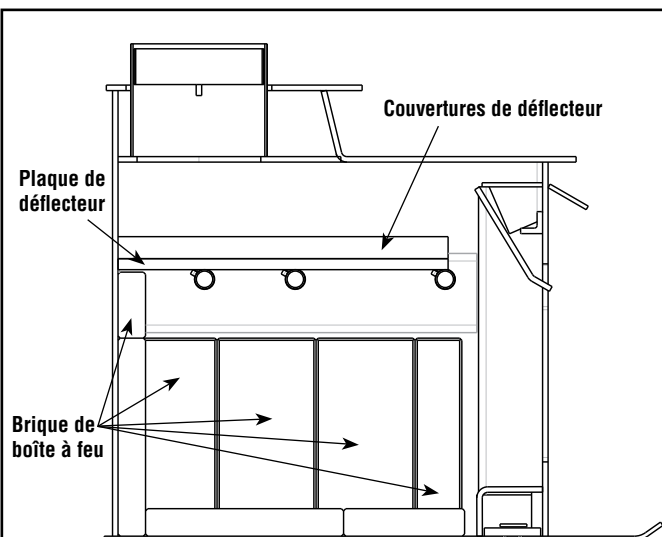

Figure 4 - Vue de côté de la boîte à feu
2. Ensuite, installer les couvertures de déflecteur. Les 4 plaques de déflecteur fournies sont de la même taille. Commencer par installer les plaques au centre de l'unité au-dessus des tubes secondaires de chaque côté du support de déflecteur, avec le côté de 15 po de la plaque de déflecteur allant de l'avant vers l'arrière de l'unité. Une fois que les deux premières plaques sont installées, glisser la plaque vers la gauche du support de déflecteur, bien à fond vers la gauche jusqu'au fond de l'unité. Glisser la plaque sur la droite du support secondaire, vers la droite et l'arrière de l'unité. Ensuite, installer les deux plaques restantes à l'endroit où les deux premières plaques avaient été initialement installées de chaque côté du support de déflecteur et poussées vers l'arrière de l'unité. Le support en acier inoxydable doit être centré entre les jeux de plaques de déflecteur et placé comme illustré à la **figure 4**.